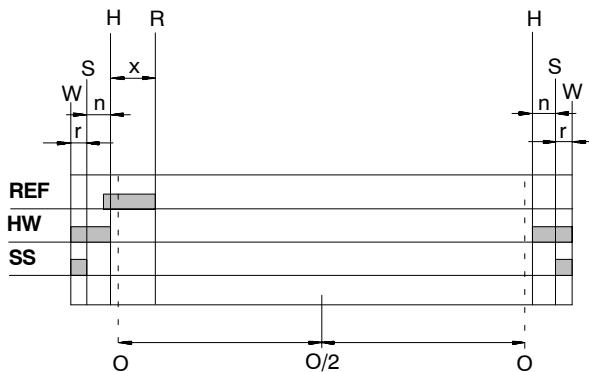

Fig. 47
- I campi d'azionamento (barre grigie in fig. 47) del finecorsa di sicurezza (SS) e dell'interruttore hardware (HW) sono sovrapposti. Questo accorgimento consente di evitare condizioni di funzionamento indefinite all'entrata in funzione dell'attuatore.